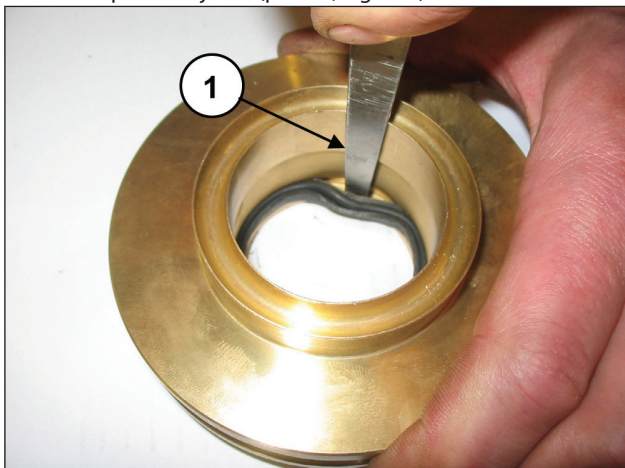

Fig. 133
Para remover a junta de baixa pressão, é necessário usar um medidor de espessura ou uma ferramenta que não danifique o local do suporte da junta (pos. ①, Fig. 133).